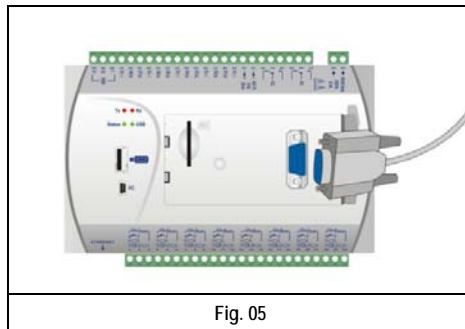

Fig. 05
5. Fixar a outra extremidade do cabo no *Data Logger*, parafusando-o. A tampa do *Data Logger* deverá ser retirada para o acesso ao conector DB9 (Fig. 05).
5. Fije la otra extremidad del cable en el *Data Logger*, entornillándolo. La tapa del *Data Logger* deberá ser retirada para el acceso al conector DB9 (Fig. 05).
5. Branchez l'autre extrémité du câble au *Data Logger*, le vissant. Le couvercle du *Data Logger* devra être enlevé pour l'accès au connecteur DB9 (Fig. 05).
5. Attach the other end of the *Data Logger* cable, screwing it in. The *Data Logger* lid must be taken off to access the DB9 connector (Fig. 05).